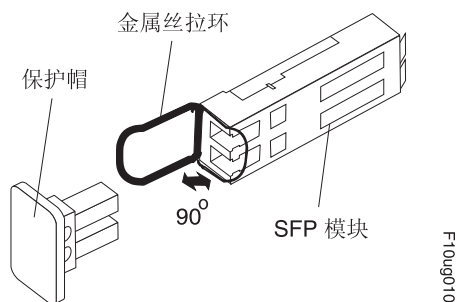

图 122. 松开金属丝类 SFP 模块滑锁
- 对包含金属拉环的 SFP 或 SFP+ 模块，如第 186 页的图 122 中所示，通过把金属丝滑锁向外拉出 90 度来松开 SFP 或 SFP+ 模块滑锁。